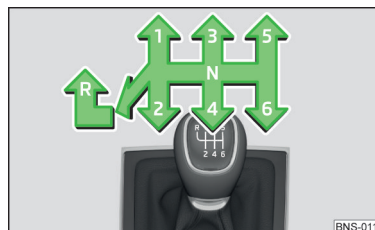

Fig. 257
Pe schimbătorul de viteze este reprezentată schema de selectare a treptelor individuale de viteză » fig. 257.
- › Apăsați maneta schimbătorului de viteze în jos, complet spre stânga și apoi spre înainte, în poziția **R** » fig. 257.